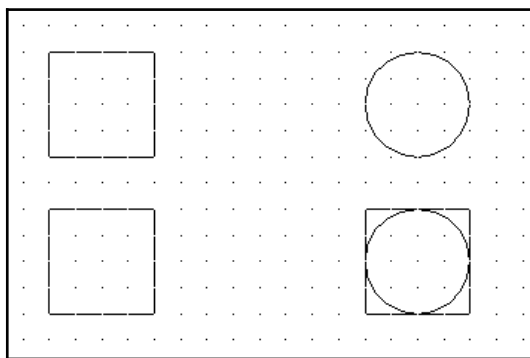

Рис. 2.
4. Вызовите команду *Стереть*. Выделите средний квадрат в нижнем ряду с помощью рамки, а равносторонний треугольник вверх с помощью секущей рамки. Для этого поместите квадратный маркер в область чертежа так, чтобы он не пересекал ни один объект, и выполните щелчок мышью. Этим вы обозначите угол рамки выбора. Переместите мышь вправо, и вы сформируете рамку. Выполните щелчок для фиксации второго угла рамки. Если перемещать мышь влево, сформируется секущая рамка. Удалите объекты, нажав клавишу <Enter> (см. Рис. 2). Затем с помощью команды *Ой* восстановите объекты.